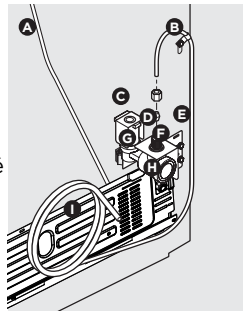

figure 1
- Si vous utilisez des tubes en cuivre**, faites coulisser l'écrou de compression en laiton puis la bague (manchon) sur la conduite d'alimentation en eau. Poussez la conduite d'alimentation en eau dans l'entrée du robinet d'eau aussi loin que possible (6,4 mm / 1/4 po). Glissez la bague d'extrémité (manchon) dans l'entrée du robinet et serrez l'écrou de compression à la main dans le robinet. Serrez d'un autre 1/2 tour avec une clé. **NE serrez PAS trop fort.** Voir la figure 1.